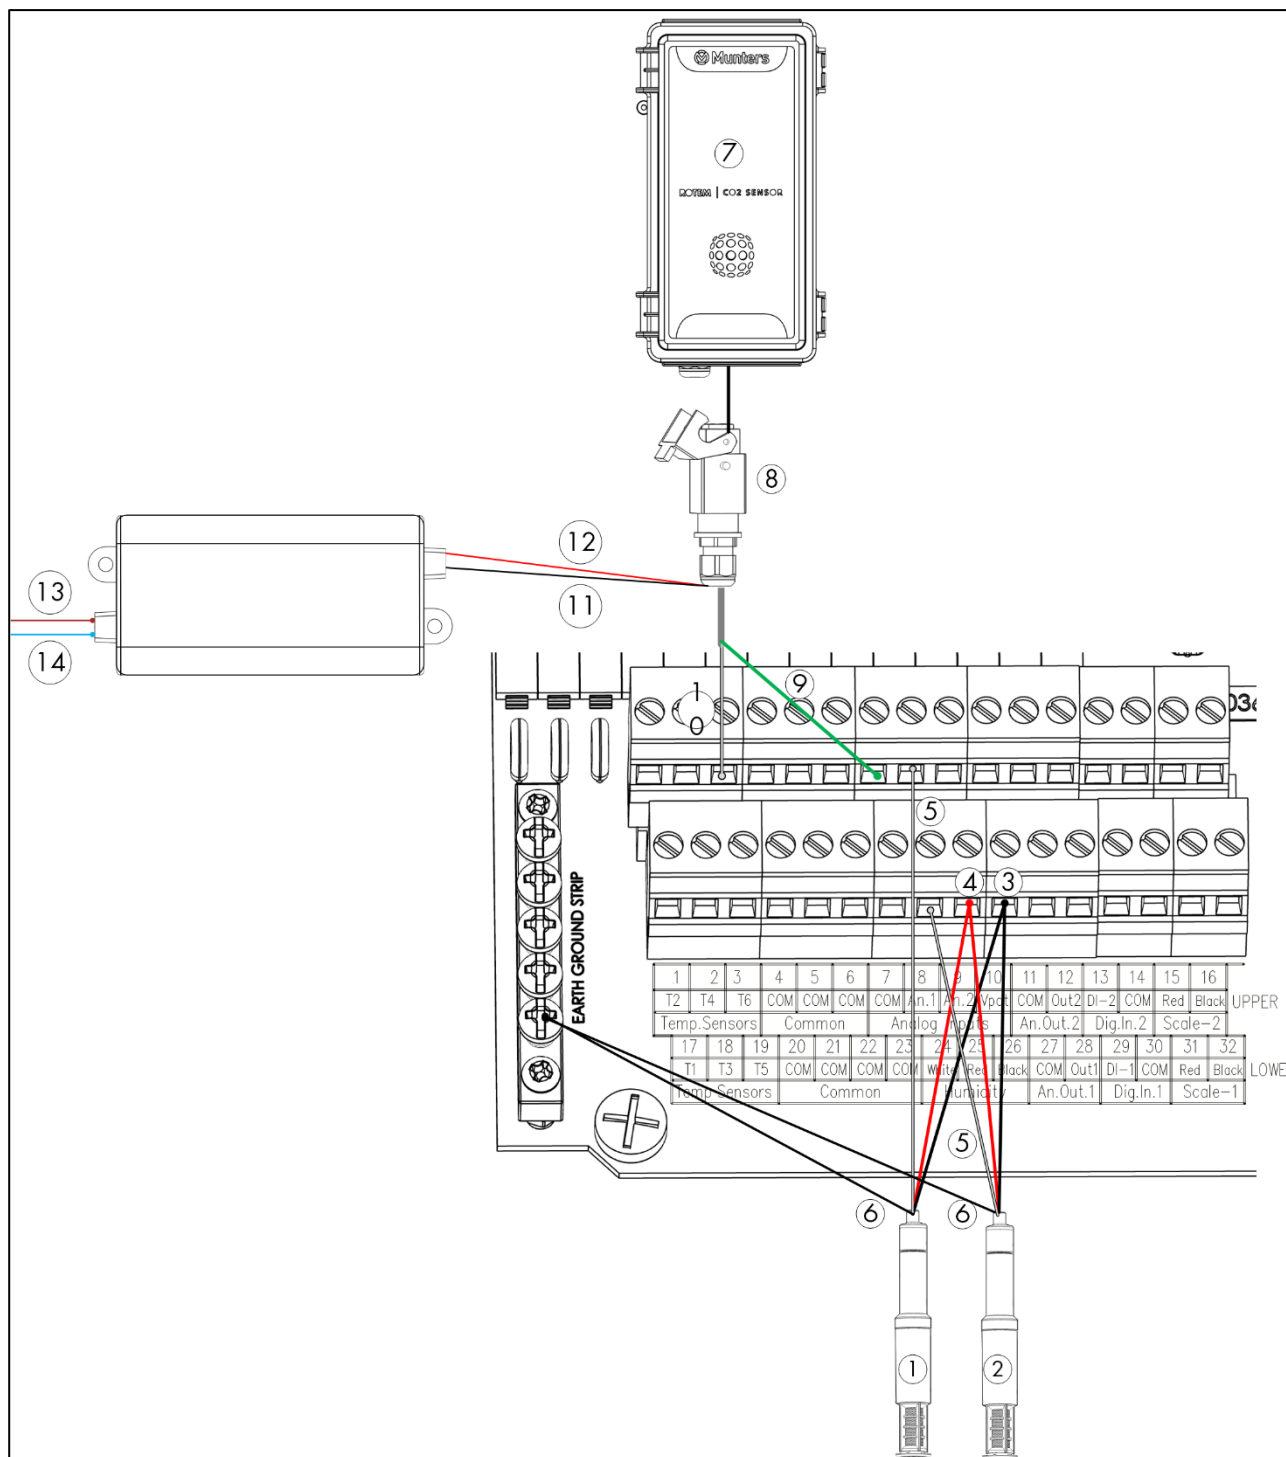

Figura 29: Cableado del sensor de humedad 2 y CO2
1. Cablea los sensores (Figura 29).